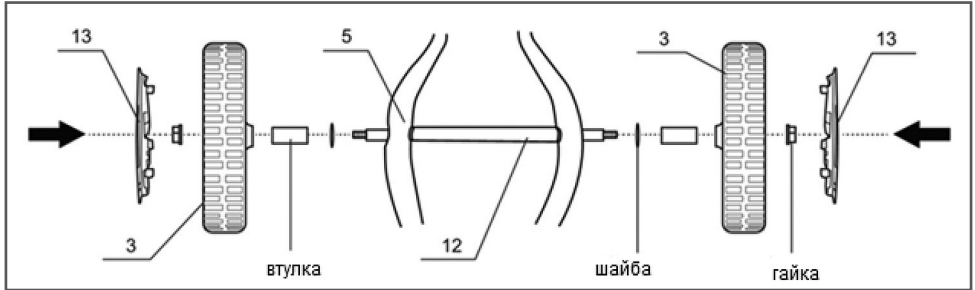

Рис. 3. Установка колес
- Установите колеса 13 на ось колес 5 (Рис. 3). Для этого на концы оси наденьте шайбы, втулки, колеса 3 и закрутите их гайками. Защелкните колпаки колес 13.